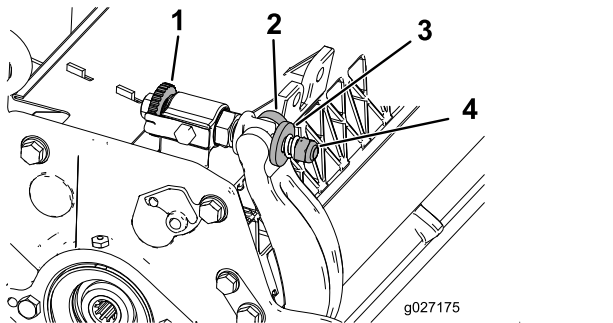

图29
1. 逆时针旋转底刀架调节螺丝，将底刀后撤离滚刀（图29）。
2. 退出弹簧加压螺母，直到垫圈不再对底刀架（图29）施压。